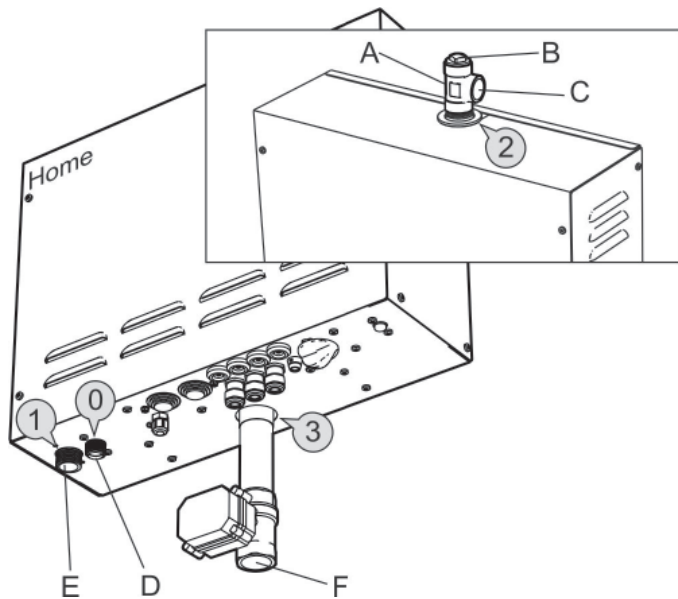

Fig. 6 Ånggenerator typ Home
Anslut **kallt** vatten till koppling 1 (Fig. 6,7) på ånggeneratoren. Tryck för inkommande vatten skall vara mellan min. 0.2 och max 10 bar (min. 20kPa och max 1000kPa). För att undvika ljudsmällor skall vattenanslutningen mellan kopparrör (inv. Ø min 12 mm) och ånggenerator bestå av ca 1 meter böjlig armerad gummislang.
Montera kopplingen, med lockmuttern uppåt, i ångutloppet 2 (Fig. 6,7) på ånggeneratoren. Anslut kopparrör med invändig diameter på minst 18mm, till kopplingens ångutlopp (C). Angröret kan ha fall antingen mot ångbadrummet eller mot ånggeneratoren. Alternativt kan angröret monteras med fall både mot ångbadrummet och mot ånggeneratoren.
Anslut avloppsröret ett kopparrör av god kvalitet med minsta innerdiameter Ø25mm till anslutning F (3)(Fig. 6 och 7) på ånggeneratortorn. Avloppsröret leds till närmaste avlopp utanför ångbadrummet. Temperaturen på vattnet vid tömning är ca 80-85°C.
Ett avloppsrör anslutet till säkerhetsventil D (0)(Fig. 6 och 7) skall installeras i en kontinuerlig nedåtgående riktning och i en frostfri miljö.